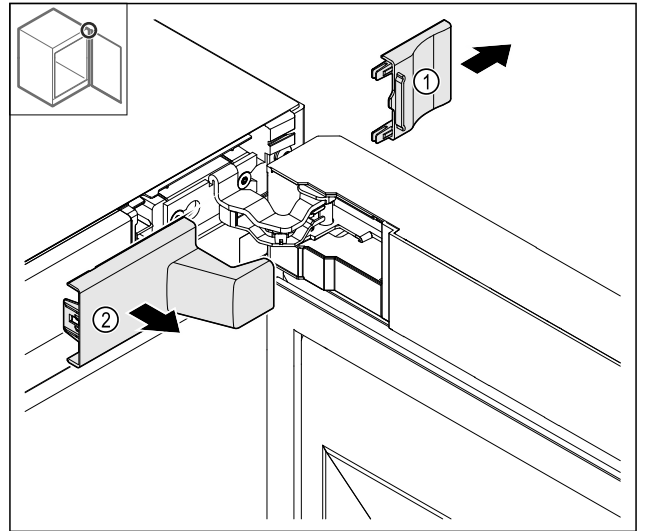

Fig. 9
- ▶ Снимите сначала крышку Fig. 9 (1), а затем Fig. 9 (2).